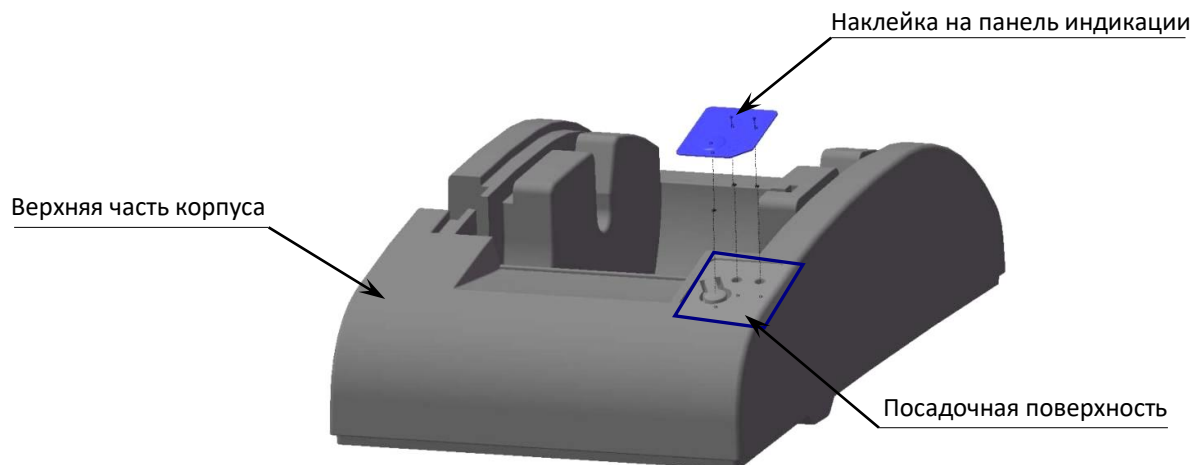

Рисунок 19. Посадочная поверхность верхней части корпуса
- 1) в первую очередь совместить наклейку и посадочную поверхность верхней части корпуса изделия в области **A** (см. рисунок 19);